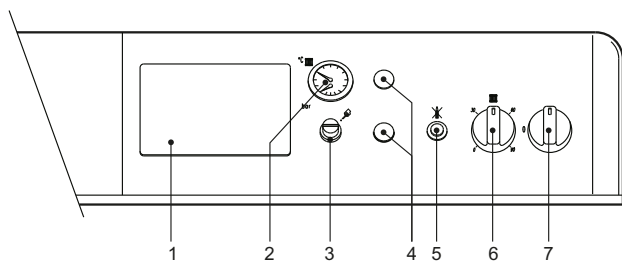

рис. 1 - Панель управления
- Переведите выключатель котла "7" в положение 1 (рис. 1).
Повернув рукоятку 6 на рис. 1 по часовой стрелке, температура воды в системе отопления повышается и наоборот. Температуру воды в системе отопления можно регулировать в пределах от 30° до 90°. Однако не рекомендуется эксплуатировать котел при температуре ниже 45°.
Задайте с помощью термостата температуры воздуха в помещении нужную температуру внутри помещения. При поступлении команды от комнатного термостата котел включается, обеспечивая нагревание воды в системе отопления до температуры, заданной регулирующим термостатом 6 дiс рис. 1. При достижении в помещении желаемой температуры котел выключается.